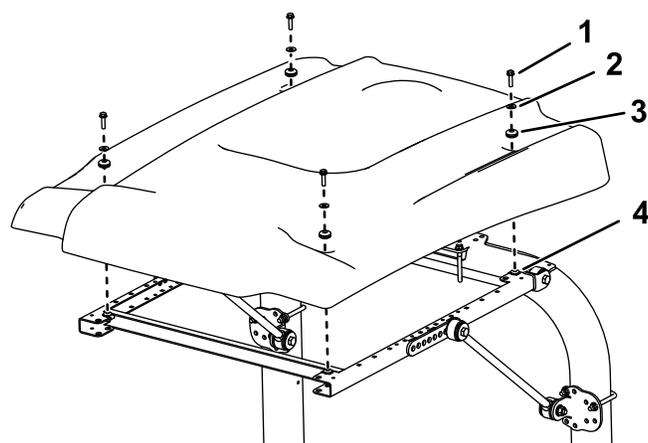

図 32
- 図 32 に示すようにサンシェードをフレームに載せて、取り付け穴を整列させる。
- サンシェードの各コーナー部をフレームに仮止めするフランジヘッドボルト $\frac{5}{16}$  x  $1\frac{1}{4}$ " 1本、小さいワッシャ1枚、ハトメ1個を使用する図 32。